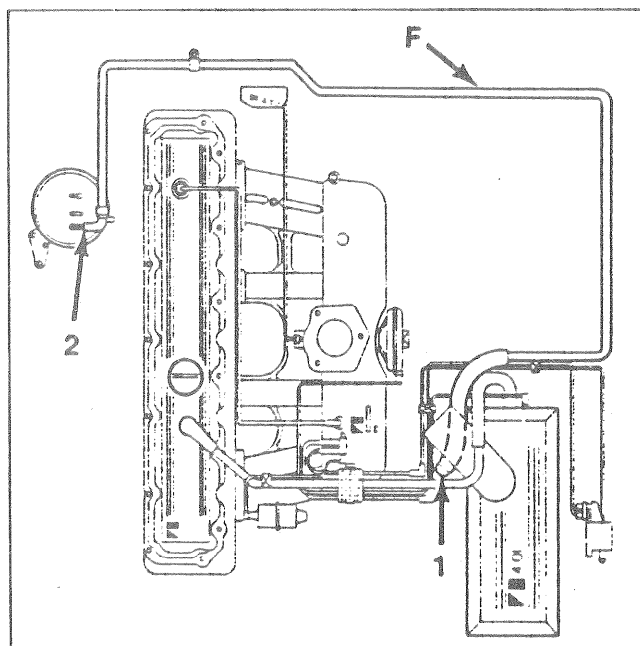

Fig 3
- Déposer le bocal de lave-vitre, positionner le tube de réaspiration (Réf. 89 53 004 623) le long du tablier puis le faire passer sous l'emplacement du bocal de lave-vitre. Brancher l'extrémité (1) du tube (F) sur le filtre à air et l'autre extrémité (2) sur la sortie de l'absorbeur de vapeur repéré " CARB BOWL" (Fig 3)